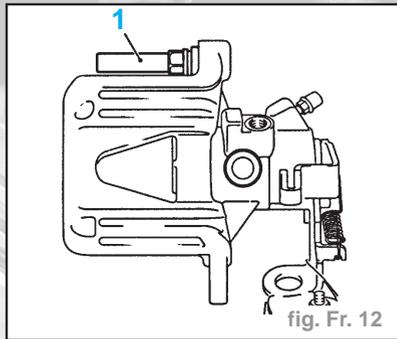

fig. Fr. 12
- Enduire les boulons de guidage (1) avec de la graisse à silicone et mettre en place l'étrier de frein sur support de frein. Veiller à ce que la garniture anti-poussière repose correctement sur le bouton de guidage (fig. Fr. 12).